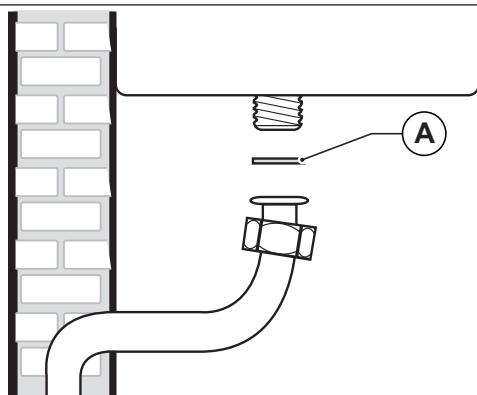

Fig. 17 Conexión a la red de gas
ES OBLIGATORIO, para conectar la toma de gas de la caldera a la tubería de alimentación colocar una junta (A) de medidas y materiales adecuados (ver Fig. 17 Conexión a la red de gas).